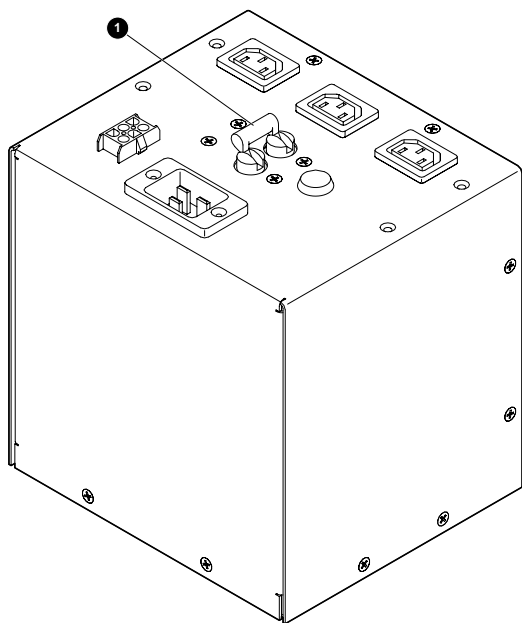

図2: ACパワー ディストリビューション アセンブリ
12. ACパワー ディストリビューション アセンブリの上にあるCB-1 スイッチ①をオフにします(図2を参照)。
2. ACパワー ディストリビューション アセンブリの上にあるCB-1 スイッチ①をオンにします（図2を参照）。